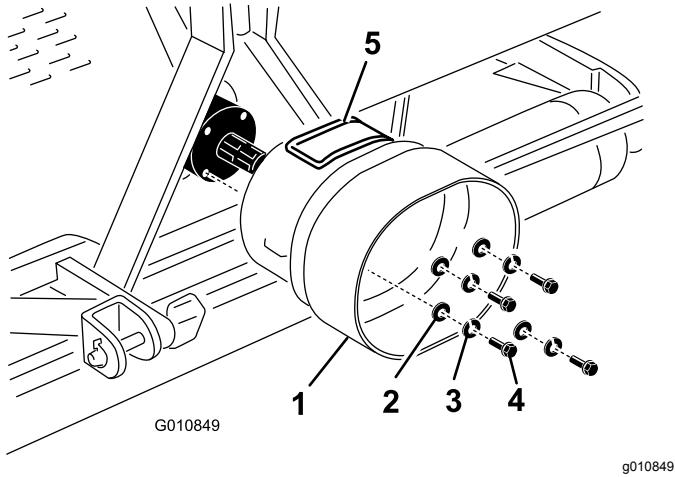

Figure 22
1. Retirez les 4 boulons, rondelles-freins et rondelles plates fixées à l'arrière du réducteur de l'aérateur (Figure 22).
2. Montez la protection de PDF sur le réducteur de l'aérateur avec les fixations retirées précédemment (Figure 22). Lors du montage de la protection de PDF, veillez à positionner le panneau d'accès (Figure 22) en haut ou sur le côté de la configuration du bâti de l'aérateur.
Remarque: Vous pouvez ouvrir le panneau d'accès (Figure 22) pour faciliter le retrait et la remise en place des fixations de montage de l'arbre de PDF.